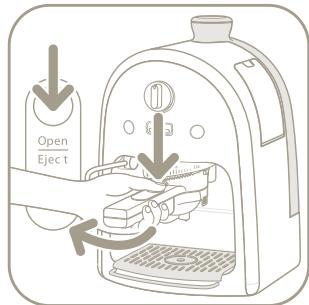

fig.1
- Pensez à débloquer le porte-filtre en appuyant légèrement sur la touche « EJECT » avant de le désengager de l'appareil (fig. 1).